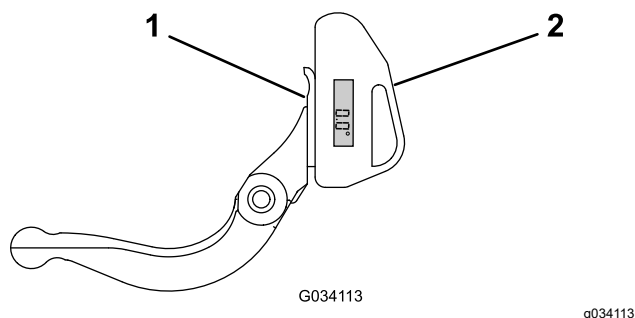

Figura 19
1. Amplasați indicatorul de unghi în partea inferioară a contracușitului, conform indicațiilor din Figura 19.